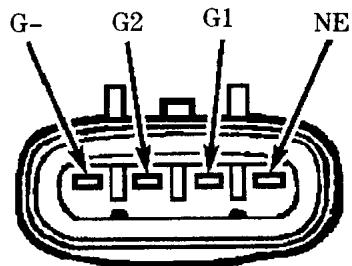

图 1-6 感应线圈插接器端子的识别
(1) 拆下分电器上的感应线圈插接器，根据图 1-6 识别感应线圈插接器的每个端子。
(2) 按照表 1-6，利用欧姆表检查相应端子间的电阻。如果感应线圈的电阻不在允许的范围之内，应更换分电器总成。重新接好电路插接器。